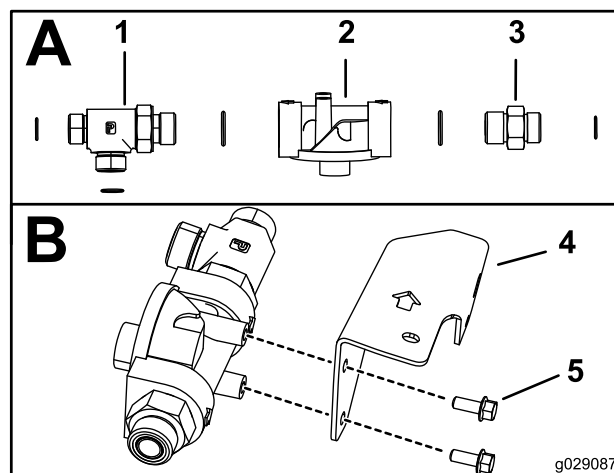

Figura 11
1. Instale el acoplamiento en T (5/8" x 5/8" x 3/4" macho), el acoplamiento adaptador (5/8" x 3/4" macho) y las juntas tóricas en el conjunto de la cabeza del filtro, como se muestra en Figura 11, A.
2. Instale la cabeza del filtro en el soporte de la cabeza del filtro con 2 pernos ($\frac{1}{4}$ ") como se muestra en Figura 11, B.